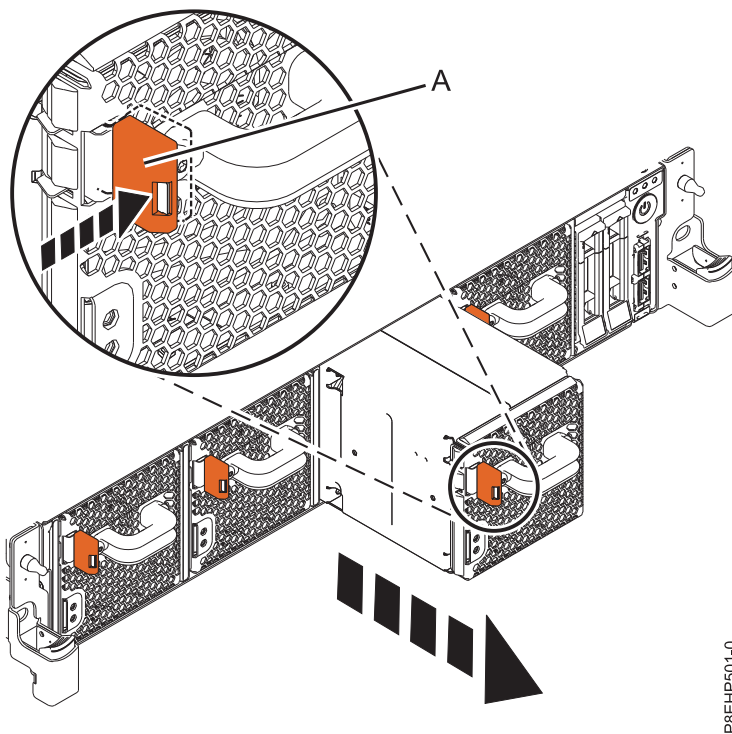

Figure 57. Retrait d'un ventilateur du système
2. Pour désinstaller le ventilateur du système, appuyez sur le loquet ocre (A), comme illustré dans la figure 57.